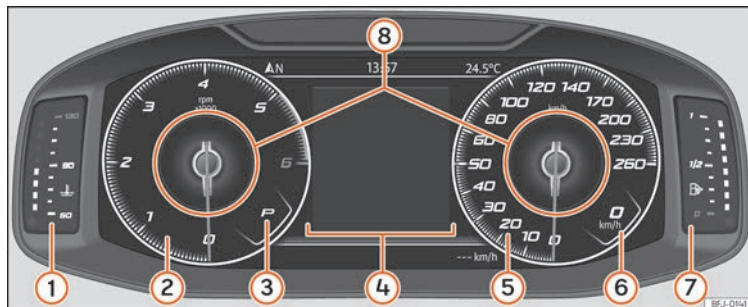

Fig. 66 SEAT Digital Cockpit sur le combiné d'instruments (vue classique).
Dans les vues **Classique** et **Navigation**, il est possible de personnaliser les informations qui apparaissent dans **Profils d'information** » **fig. 66 ⑧**.
Les aiguilles du compte-tours et du tachymètre sont affichées en entier » » fig. 66.